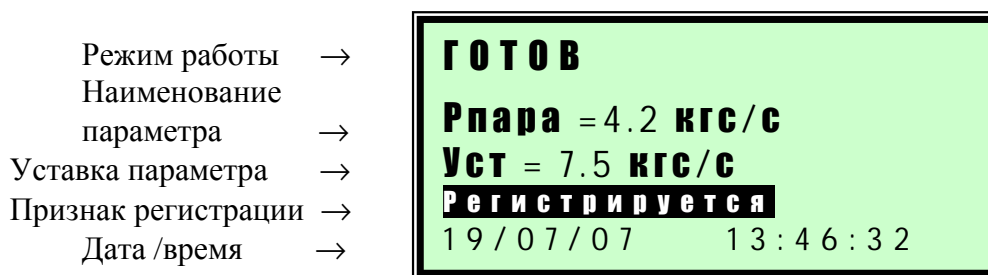
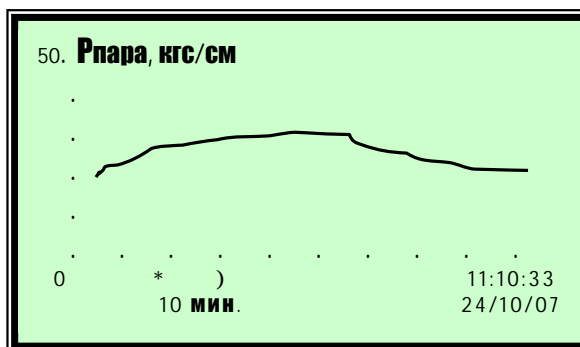

Рисунок 1 – Содержание экрана дисплея контроллера с опцией регистратора
Рисунок 2 – Графический режим отображения регистрируемого параметра
3.3 Смена режимов отображения регистрируемого сигнала производится кнопкой «-». При этом режим отображения циклически изменяется в следующей последовательности: обычный текстовый режим (рисунок 1) → графический режим (рисунок 2) → табличный режим (рисунок 3).
3.4 Для оперативного просмотра архивных значений регистрируемых параметров в режимах работы контроллера «ГОТОВ» или РАБОТА» выберите при помощи кнопок «↑» или «↓» отображение необходимого параметра, убедитесь, что присутствует надпись «Р е г и с т р и р у е т с я » и нажмите кнопку «-». При этом режим отображения информации сменится на графический и на дисплей контроллера выведется график с зарегистрированными значениями сигнала (рисунок 2).
Для возврата к обычному текстовому режиму отображения параметра (рисунок 1) нажмите на кнопку «-».